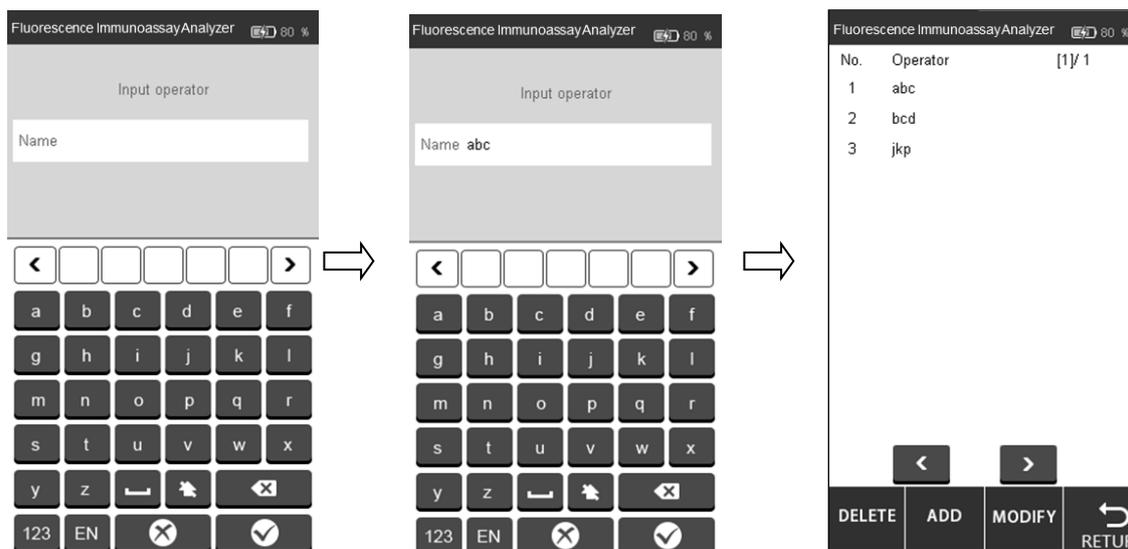
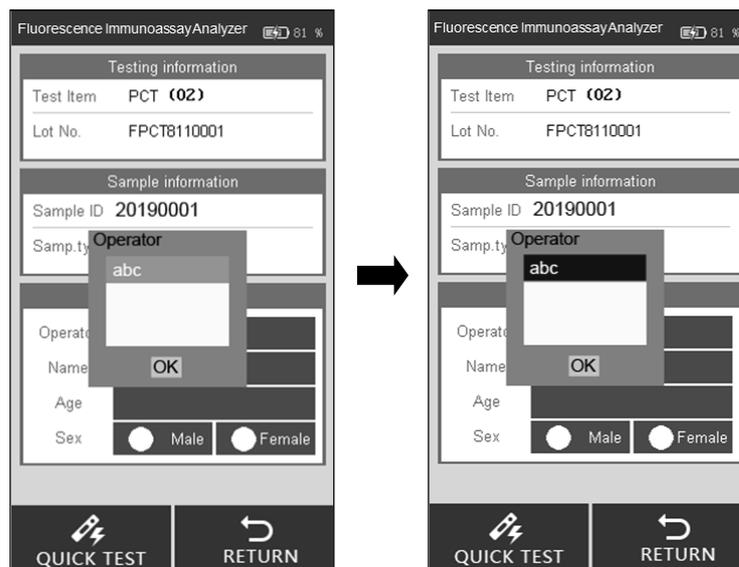

Fig. 18
Fig. 31
Clique em **"ADD"**, digite o nome do operador, clique  para completar a adição. (Ref. Fig. 18)
Clique no operador que precisa ser excluído ou modificado e a cor mudará para azul. Clique em **"EXCLUIR"** o operador selecionado será excluído, clique em **"MODIFICAR"** para entrar na interface conforme Fig 18.
Passo 5: Preencha as informações do paciente, como operador, nome do paciente, idade e sexo. Toque na área ao lado do operador, a interface aparecerá como Fig 31. Selecione o Operador. A Alimentação das Informações do Operador é explicada com a Fig 18 na seção 5.1.1.